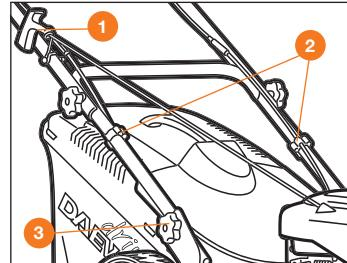

Рис. 2
- Для моделей без вертикального хранения, установите и закрепите при помощи барашковой гайки и крепежного болта ③ нижнюю рукоятку к корпусу газонокосилки на установочные места.
Расправьте тросы управления и закрепите верхнюю рукоятку на нижней при помощи болтов и барашковых гаек ③. Зафиксируйте тросы пластиковой клипсой ②. Прижмите рукоятку зажигания, вытяните ручку ручного стартера . и установите ее в кронштейн ручки ① (Рис. 2).